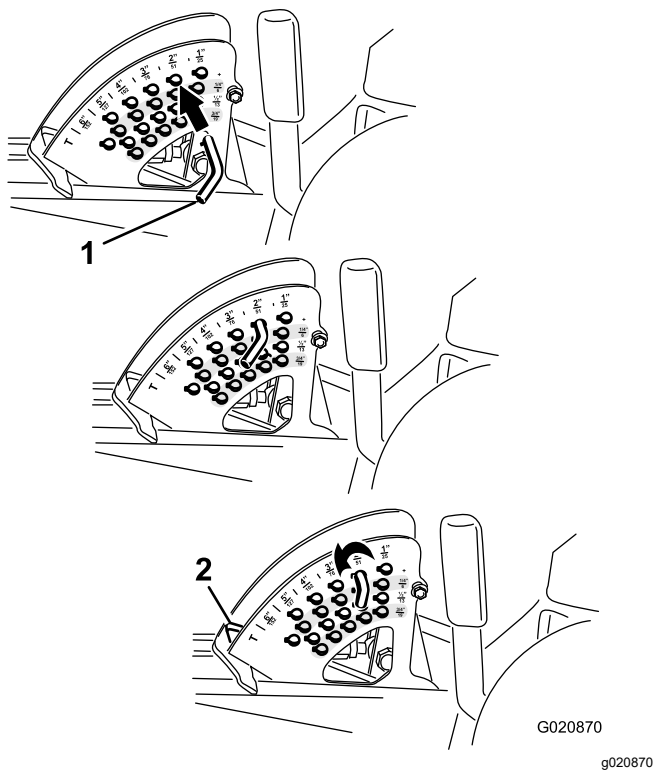

Figura 24
2. Gire el pasador de tope hasta que el pasador cilíndrico que contiene se alinee con las ranuras de los taladros del soporte de altura de corte, y retire el pasador (Figura 24).
3. Seleccione un taladro del soporte de altura de corte que corresponda a la altura de corte deseada, inserte el pasador y gírelo para bloquearlo en esa posición (Figura 24).
Nota: Hay 4 filas de orificios (Figura 24). La fila superior corresponde a la altura de corte impresa encima del pasador. La segunda fila corresponde a la altura impresa más 6 mm (1/4"). La tercera fila corresponde a la altura impresa más 12 mm (1/2"). La fila inferior corresponde a la altura impresa más 18 mm (3/4"). Para la posición de 15.8 cm (6") hay un solo taladro, situado en la segunda fila. Esta posición no añade 6 mm (1/4") a la altura de 15.8 cm (6").